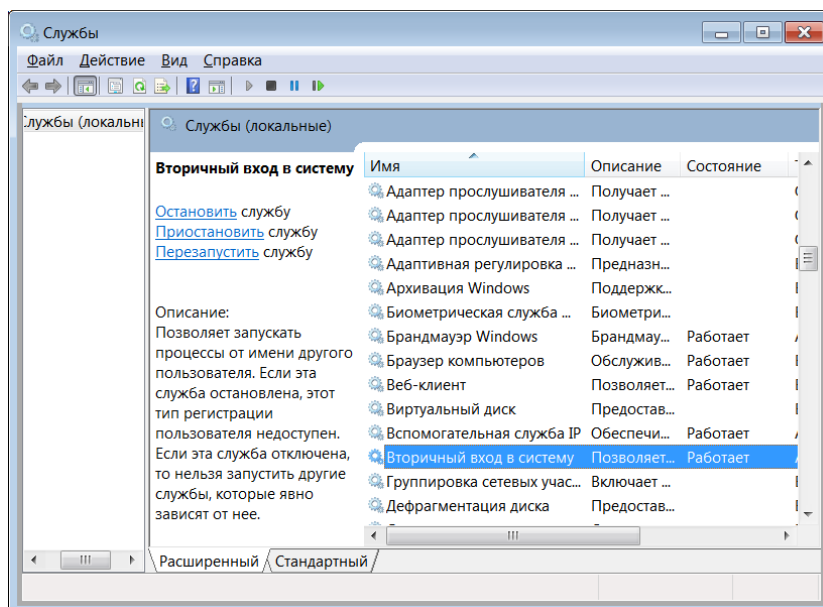

Рис. 3.1. Окно *Службы*
- в открывшемся окне *Службы* найдите строку службы *Вторичный вход в систему* (рис. 3.1). Щелкните по ней правой кнопкой мыши и в появившемся меню выберите *Свойства*;